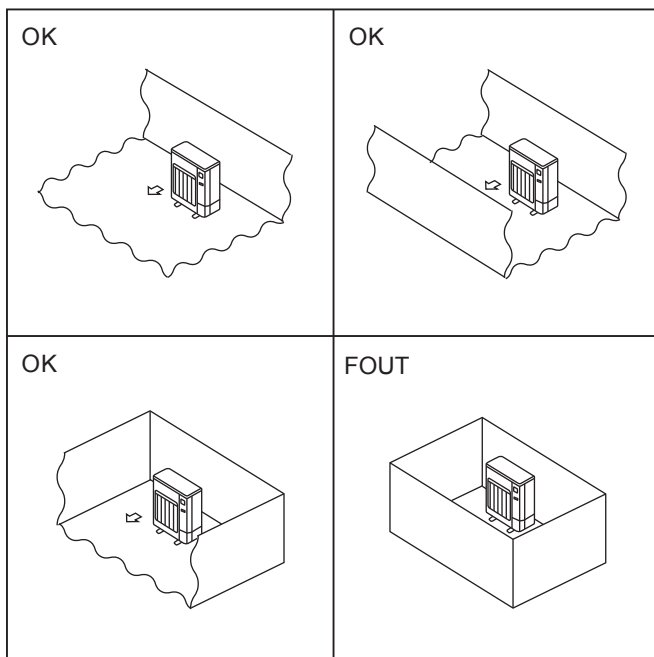

Fig. 2-2
- Ⓒ Installeer buitenapparaten op een plaats met minimaal een van de vier zijden open en in een ruimte zonder verlagings die voldoende groot is. (Fig. 2-2)